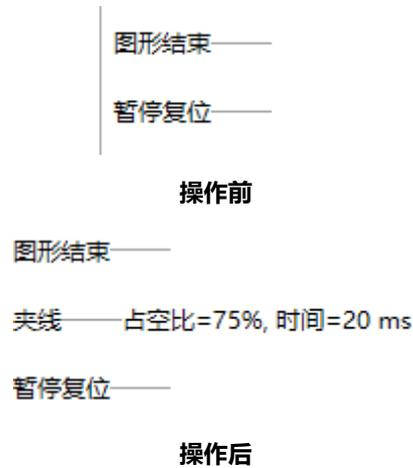

图 5.10.12a 缝纫头结束状态指令集操作示意
③添加完所有指令之后，如果有需要删改的，改变参数只需双击指令段即可弹出参数设置框。需要删除指令，只需选中指令段，点击删除按键即可。需要移动指令段，只需选中指令后，点击“↑”“↓”按键即可对指令段进行向上/下移动。
④最后点击确认，此默认指令集即会被保存，在点击指令处理之后，在缝纫头(1号头)图形结束的位置会默认加入这些指令。操作示意如下图 5.10.12a 所示。